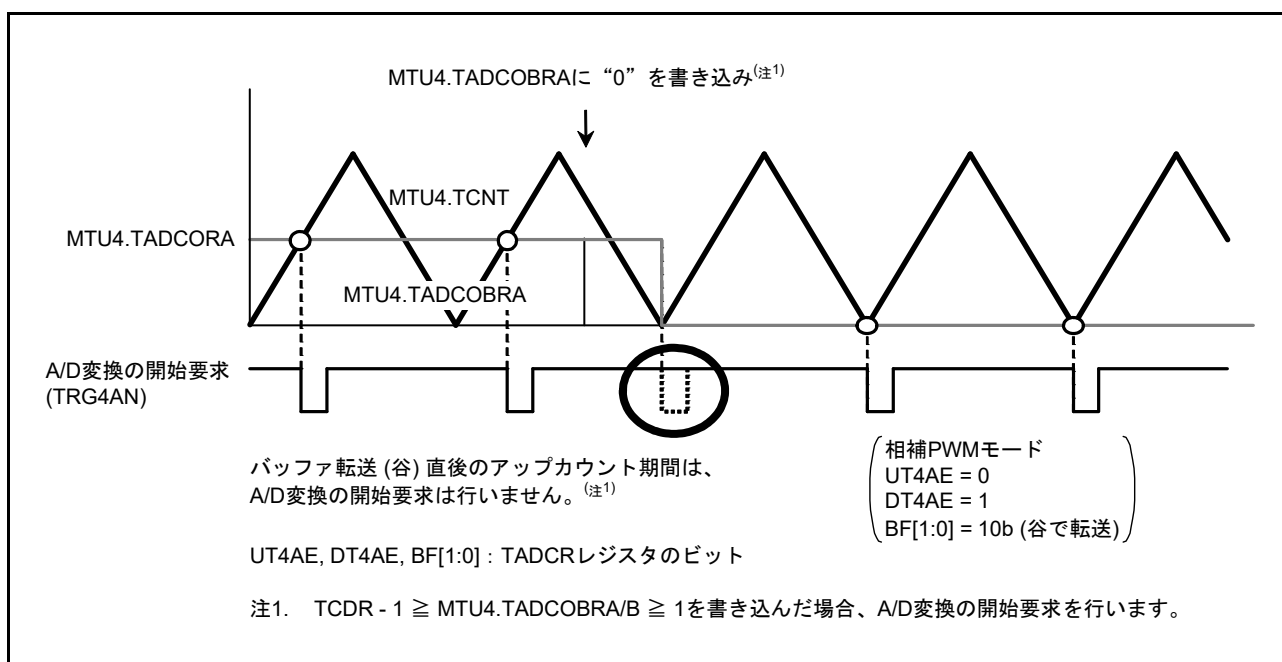

図 23.125 MTU4.TADCOBRAに“0”を書き込んだときのA/D変換の開始要求
- MTU4.TADCOBRA, MTU4.TADCOBRB レジスタに“0”、かつ、MTU4.TADCR レジスタの UT4AE, UT4BE ビットに“1”を設定して、MTU4.TCNT カウンタの谷でバッファ転送したとき、転送直後のアップカウント期間については A/D 変換の開始要求を行いません (図 23.125)。